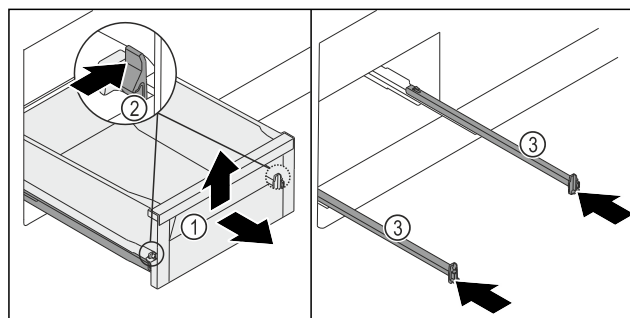

Fig. 258
- Vytáhněte zásuvku Fig. 258 (1) až na doraz.
- Svorku Fig. 258 (2) vlevo a vpravo současně stlačte směrem dovnitř.
- Zásuvka Fig. 258 (1) se uvolní z kolejniček.
- Nadzvedněte zásuvku Fig. 258 (1) vpředu.
- Vyjměte zásuvku Fig. 258 (1) dopředu.
- Zasuňte kolejničky Fig. 258 (3).